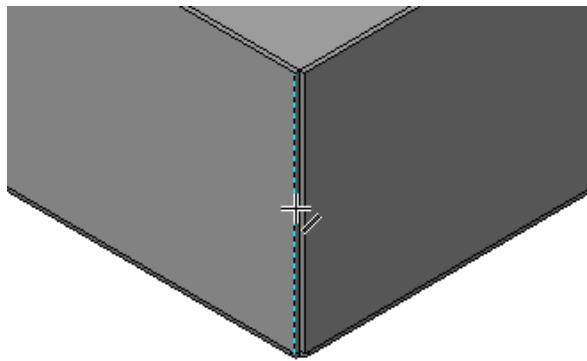

Рисунок 17.
- Увеличьте масштаб. Укажите вертикальное ребро на **длинной** стенке (рис. 17).